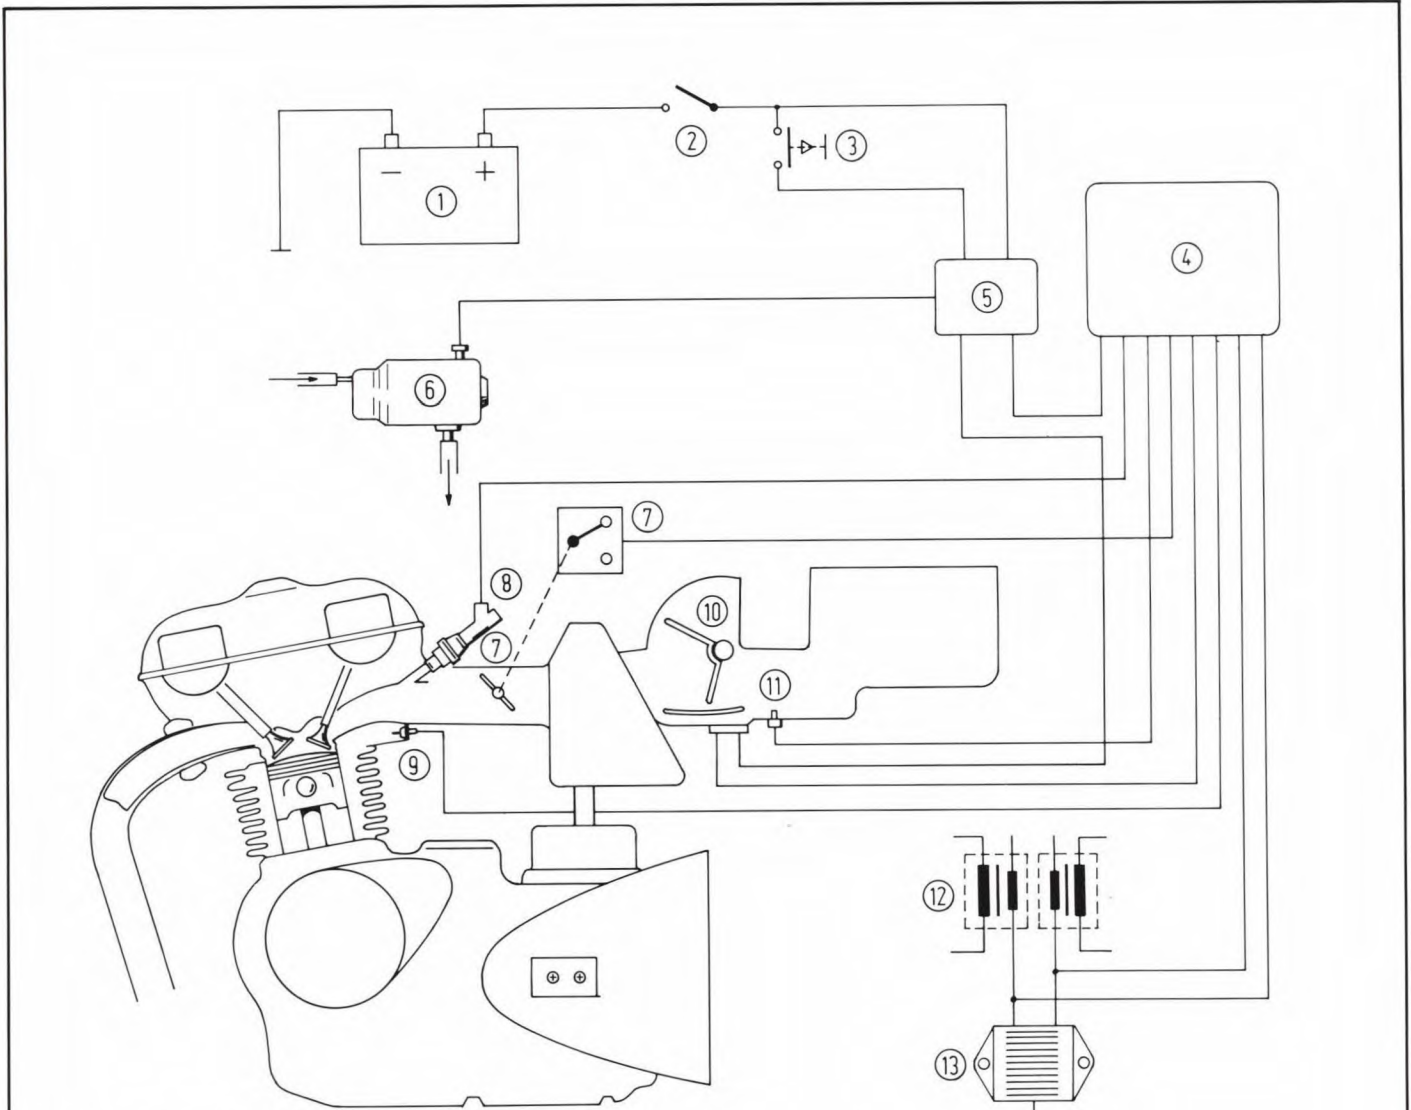
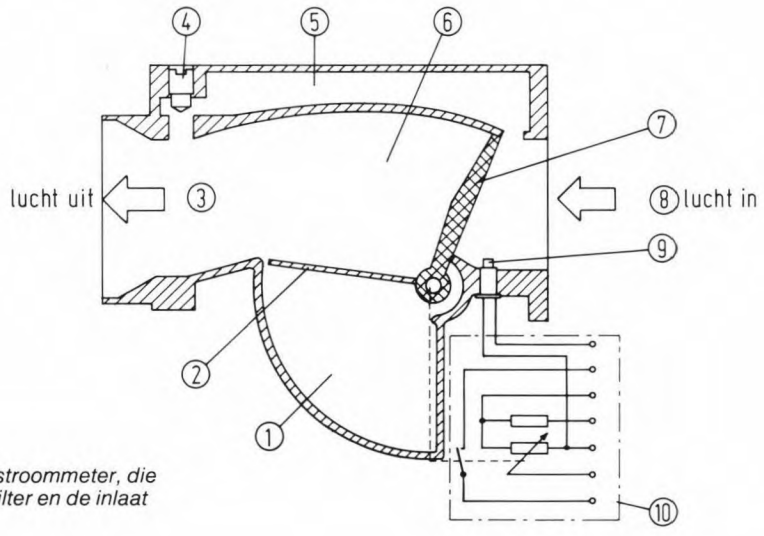

Fig. 1. Blokschematische opbouw van het elektronisch geregelde brandstofinjectiesysteem van Kawasaki.
Fig. 2. Opbouw van de luchtstroommeter, die is geplaatst tussen het luchtfilter en de inlaat van de motor.
In fig. 1 is blokschematisch het hele elektronische inspuitsysteem weergegeven. De belangrijke delen zijn met omcirkelde nummers weergegeven.
In fig. 2 zien we een doorsnedetekening van deze meter. De lucht wordt toegevoerd via de luchtinlaat (8). Als de motor stationair loopt zal de lucht via 'sluipweg' (5) en stationairafstelschroef (4) in het inlaatspruitstuk belanden.
Bij het 'gas geven' zal de as van luchtflap (7) uit fig. 1 verdraaien, waardoor het mengsel in de cilinders wordt toegelaten bij geopende inlaatklep. Op de as van de luchtflap bevindt zich een potentiometer, die we zien in connector (10) (fig. 2). Afhankelijk van de stand van de luchtflap zal er dus een spanning op het regelcontact van de potentiometer verschijnen. Nu wordt de stand van de luchtflap bepaald door de hoeveelheid lucht die door de hoofddoorgang stroomt. Immers, deze lucht 'duwt' de luchtflap weg, zodat de as roteert. De spanning die over de potmeter staat is dus een regelrechte maat voor de luchtstroom. De tweede flap (2) zorgt er voor dat snelle verschijnselen van de luchtflap (7) worden 'gedempd' door het indrukken van de lucht in de dempkamer (1). Omdat flap (2) niet helemaal aansluit op deze kamer ontstaat zo een dempende werking.
De temperatuur van de lucht wordt gemeten door een halfgeleiderweerstand die een negatieve temperatuurcoëfficiënt heeft. Dit betekent dat zijn weerstand afneemt als de temperatuur toeneemt. Deze weerstand is gemonteerd in luchtinlaat (8) en wordt aangegeven door nummer (9), zie fig. 2.
De temperatuur van de motor zelf (dus een 'koude start' of een op temperatuur zijnde motor) wordt gemeten door een zelfde soort weerstand, die is gemonteerd in de cilinderknop (9), zie fig. 1. De spanning hierover wordt ook toegevoerd aan de control unit.